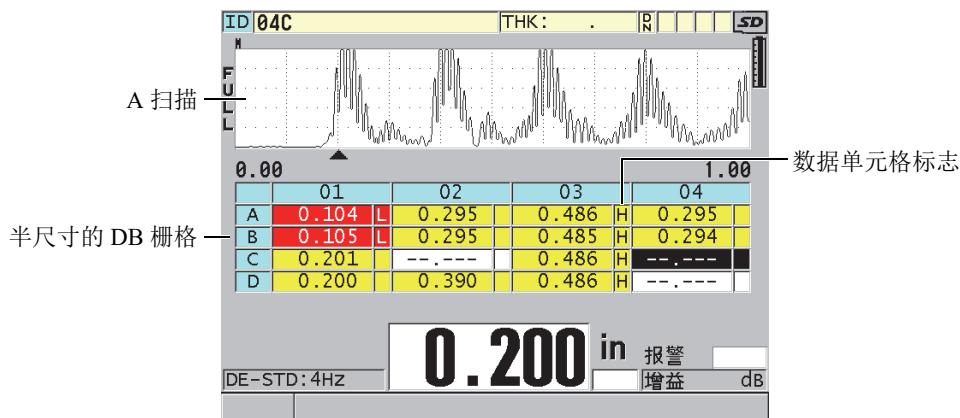

图 10-8 半尺寸 DB 栅格示例
数据库栅格（DB 栅格）表现为一个由二维数据构成的表格。这个表格可使用户在栅格的任意方向上自由移动，而无需按照预置的ID码顺序移动。用户使用箭头键，可以更方便地移动到任何一个位置，而不是自动递增到下一个ID位置。仪器可同时显示A扫描、DB栅格和厚度读数（参见第154页的图10-8）。用户可配置栅格中的单元格，使用不同的数据单元格标志和背景色表示厚度读数所处的范围。
8. 将**数据单元标志**设为可选项中的一个，以在数据库栅格中的每个数据单元格中显示一个单个数据标志。数据单元格标志是出现在数据单元格中的厚度值右侧的小框中的一个字母（参见第 154 页的图 10-8）。可用的选项有：